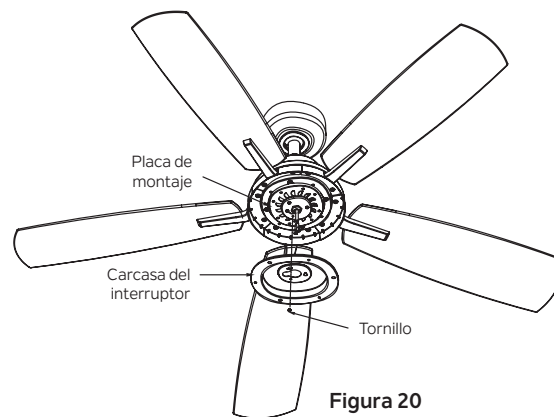

Figura 20
**Paso 1.** Retire el tornillo marcado con una etiqueta de punto que está preinstalado en la placa de montaje y guárdelo para su uso posterior. Afloje los otros dos (no los quite). Coloque los dos orificios de la ranura en la carcasa del interruptor sobre los 2 tornillos que aflojó previamente de la placa de montaje. Gire la carcasa del interruptor hasta que encaje en su lugar en el extremo estrecho de los orificios de llave. Fije apretando los 2 tornillos previamente aflojados y el que quitó previamente. (Figura 20)